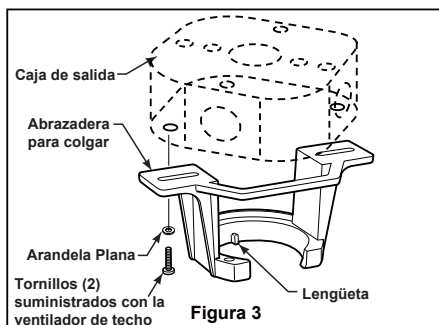

Figura 3
Uso del soporte (Figura 3)
3. Afloje los dos tornillos de fijación del soporte del barral. Introduzca los cables de color negro, blanco y azul de soporte para techo a través de la varilla. (Figura 3)
- ☐ 1. Fije bien la abrazadera para colgar a la caja de salida (no se incluye) con los tornillos y las arandelas provistas con la caja de salida. (Figura 3)
2. Conecte los conductores verdes de la abrazadera para colgar y la varilla al conductor desnudo (a tierra) con el conector de cables. Conecte el conductor negro de la unidad receptora marcado "AC IN L" al conductor negro de alimentación con el conector de cables. Conecte el conductor blanco de la unidad receptora marcado "TO MOTOR N" al conductor blanco de alimentación con el conector de cables. Conecte el conductor negro de la unidad receptora marcado "TO MOTOR L" al conductor negro del ventilador con el conector de cables que se adjunta con la unidad receptora. Finalmente, conecte el conductor azul de la unidad receptora al conductor azul de la iluminación del ventilador con el conector de cables que se adjunta con la unidad receptora. (Figura 3)
- ☐ 3. Retire uno de los cuatro tornillos preensamblados dentro de del ensamble de pantalla de la placa de iluminación. Afloje ligeramente los tres tornillos restantes. Coloque el ensamble de ensamblede la placa del portalámpara en el ensamble de pantalla de la placa de iluminación usando los tres chaveteros del ensamble de la placa del portalámpara. Vuelva a colocar el cuarto tornillo y apriete cuatro los tornillos. (Figura 3)
- ☐ **3.** Para que el ventilador sea funcional, instale las pila (incluidas) de 23A/12V en el transmisor del mando a distancia. Mientras el ventilador esté apagado. A continuación, siga el proceso de fijación remota de código. Si no se utiliza el ventilador durante un largo periodo de tiempo, extraiga la batería para evitar cualquier daño al transmisor. Almacene el mando a distancia en un lugar alejado del calor o la humedad excesiva. (Figura 3)